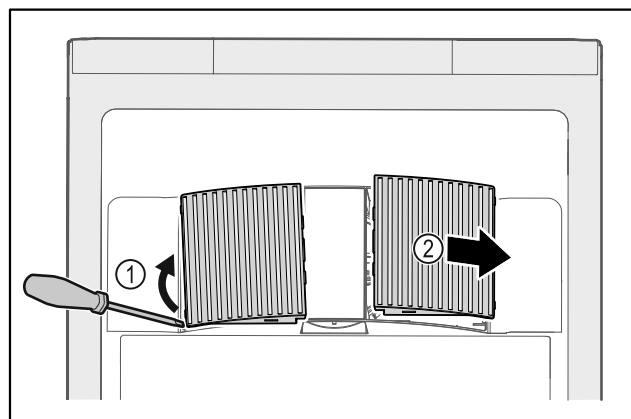

Fig. 164
- ▶ Ostrożnie podważyć osłony wentylatora z boku Fig. 164 (1) i zdjąć do przodu Fig. 164 (2).